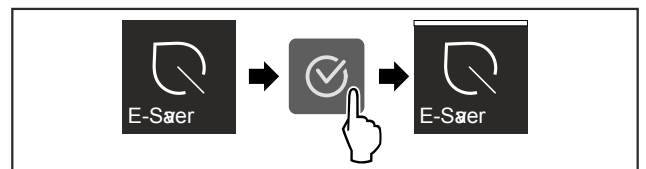

Fig. 15
- ▶ Proved'te akční kroky (viz Fig. 15) .